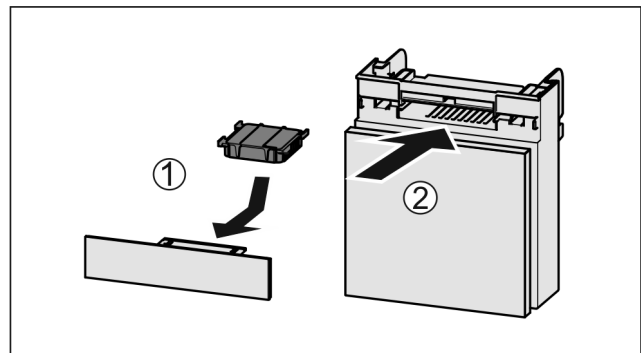

Fig. 85
- ▶ Aktivkohlefilter nach Abbildung einsetzen Fig. 85 (1).
- ▶ Fach einschieben Fig. 85 (2).